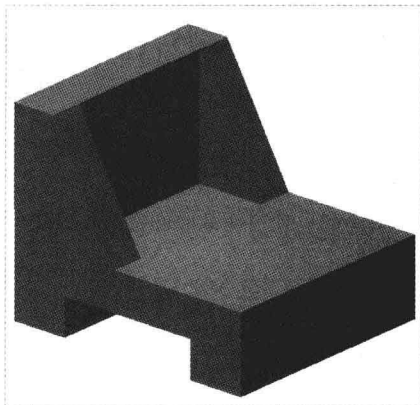

图 4-43 图形文件
Step 01 按【Ctrl+O】组合键，打开图形文件，如图 4-43 所示。